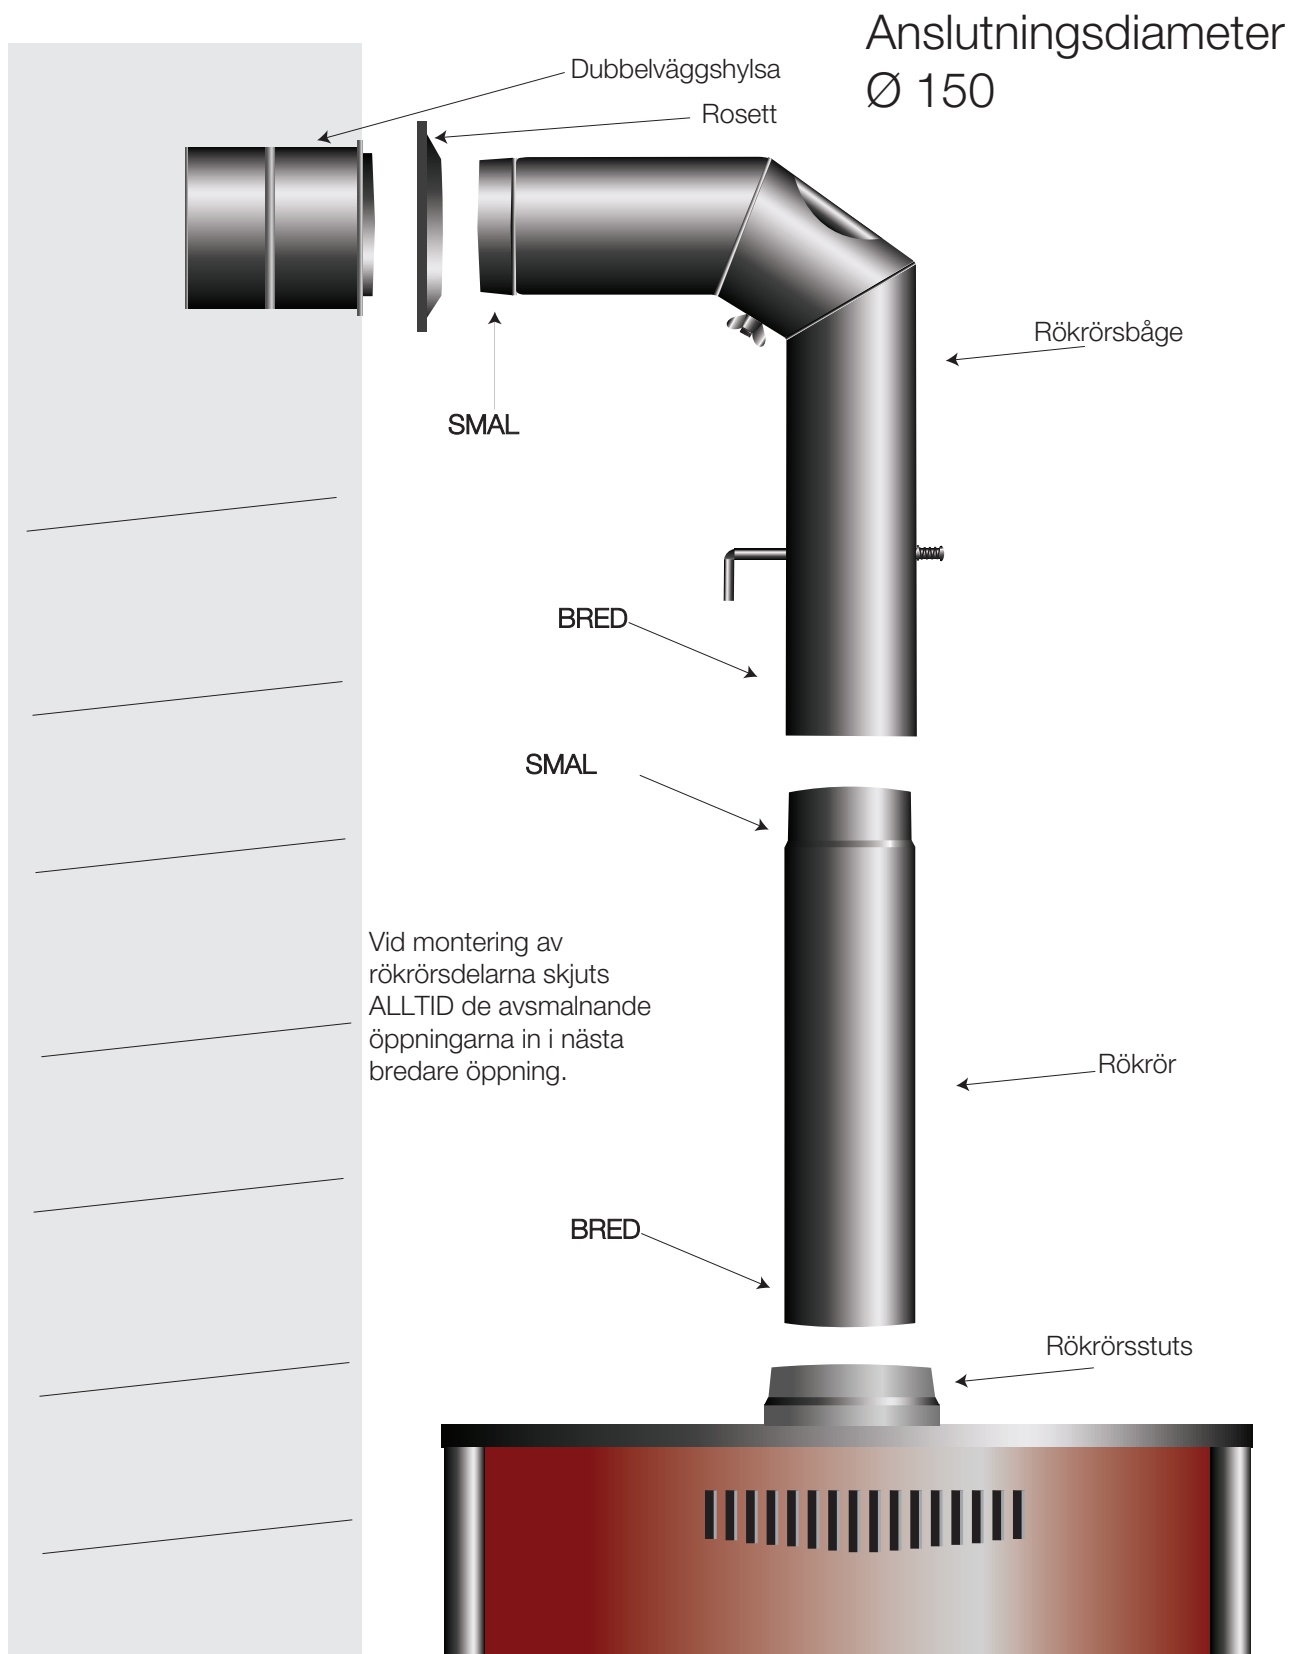

Bild 5 Anslutning av kaminen till skorstenen
6. Bild 5 Anslutning av kaminen till skorstenen	Sida 8